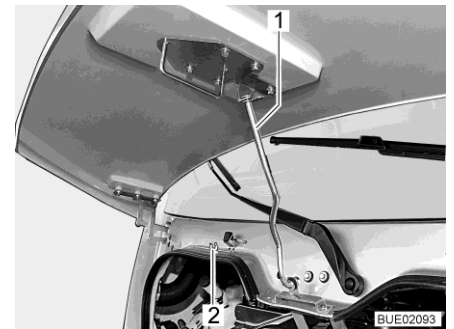

Fig. 51 Barre de maintien (Ixeo I)
- Retirer la barre de maintien (Fig. 51,1) de sa fixation (Fig. 51,2) et l'accrocher dans la réception du capot moteur.
- Décrocher la barre de maintien (Fig. 51,1) de la réception sur le capot moteur et la presser dans sa fixation (Fig. 51,2).